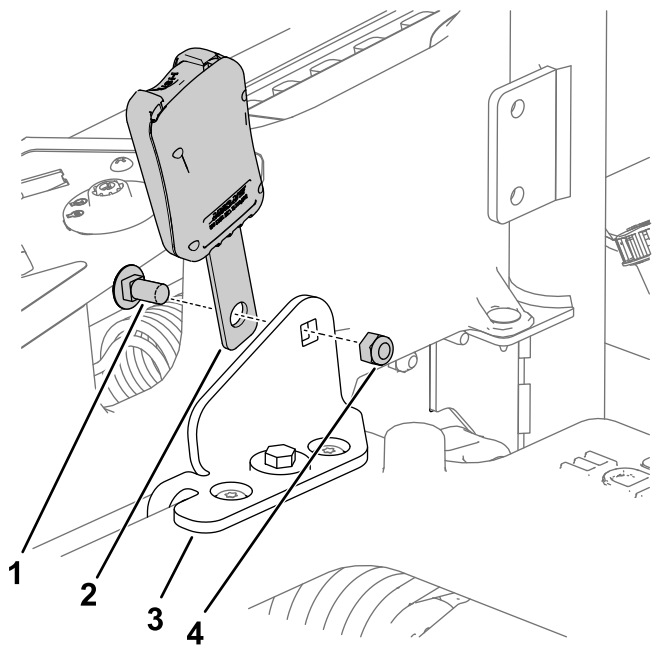

Figura 8
- Instale los conjuntos de hebilla y lengüeta del cinturón de seguridad en los soportes de los cinturones de seguridad usando 2 pernos de cuello cuadrado ($\frac{7}{16}$ " x 1") y 2 contratueras ($\frac{7}{16}$ "), como se muestra en la Figura 8. Repita el procedimiento en el otro lado con el conjunto de la lengüeta.